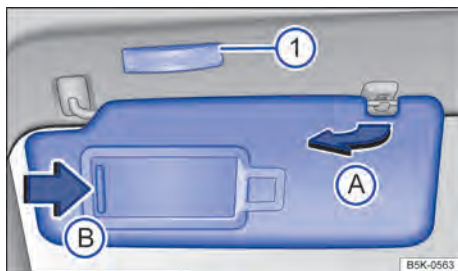

Fig. 120 No revestimento do teto dianteiro: para-sol.
- Retirar do suporte e virar na direção das portas → Fig. 120 (A).
No para-sol rebatido para baixo encontra-se um espelho de cortesia atrás de uma cobertura. Ao abrir a cobertura → Fig. 120 (B) acende-se a lanterna → Fig. 120 (1).